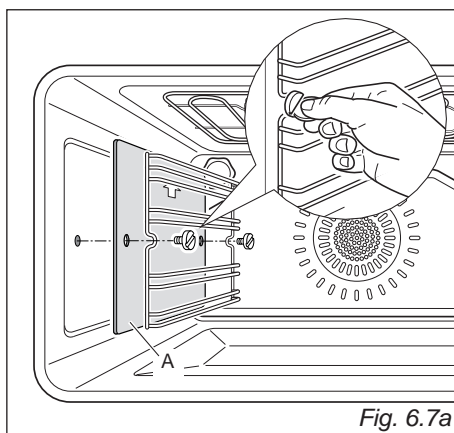

Fig. 6.7a
- Montare i telai laterali fissandoli alle pareti del forno con 2 viti (fig. 6.7a).
Nei modelli con i pannelli catalitici di serie, interporre i pannelli autopulenti "A" con la freccia rivolta verso l'alto (fig. 6.7a).
- Avvitare i telai laterali alle pareti del forno (fig. 6.7a).